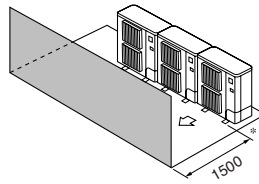

Fig. 2-10
- ③ Yalnızca öndeki engeller (Fig. 2-10)